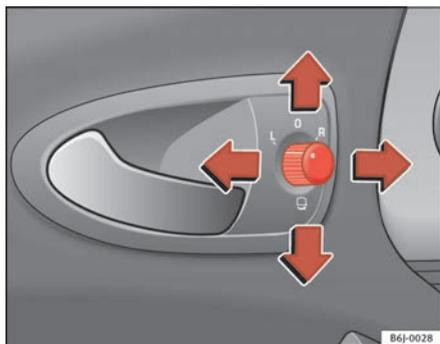

Fig. 65 Mando de los retrovisores exteriores
1. En primer lugar, gire el mando ⇒ fig. 65 hasta la posición **L** (retrovisor izquierdo).
- Gire el mando ⇒ fig. 65 hasta la posición ☐ para plegar los retrovisores exteriores. Para evitar daños en el vehículo, debería plegar los retrovisores exteriores siempre que utilice un túnel de lavado automático.